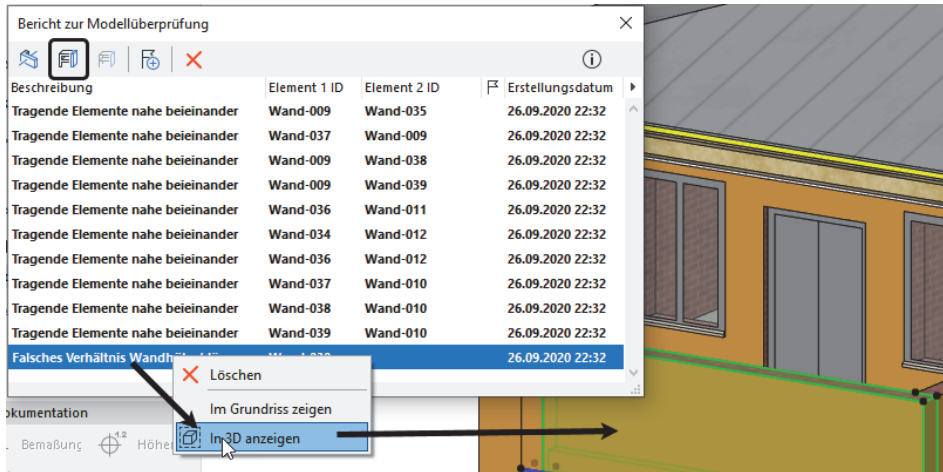

Abb. Y.39: Bericht zur Modellüberprüfung
- die Qualität des physischen Modells prüfen (Abbildung Y.39),